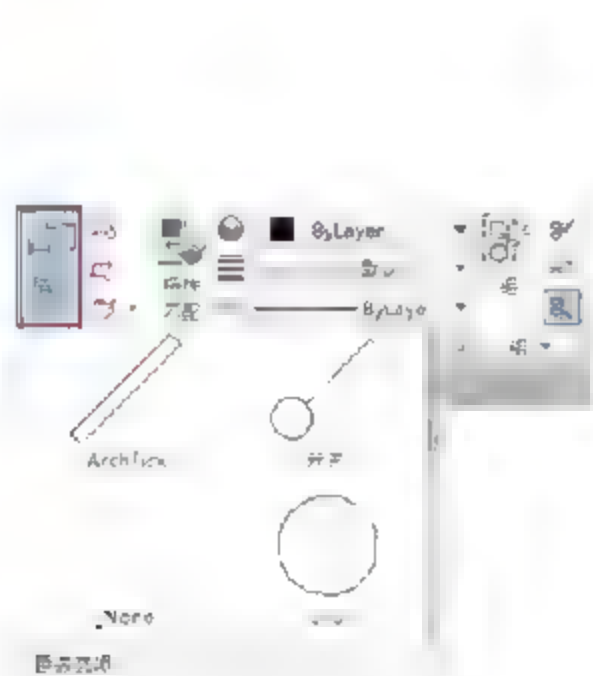

图7-10 单击按钮
- 【默认】选项卡：在【默认】选项卡中，单击【块】面板中的【插入】按钮，如图7-10所示。
执行上述任意一种方法后，调用【插入块】命令。在图7-10所示的【插入】列表中，显示块的名称与缩略图。选择块，在绘图区域中指定插入点，可以插入块。